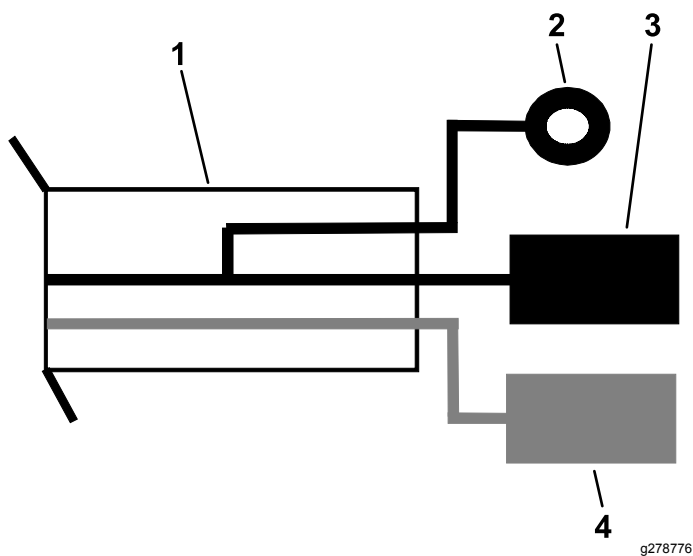

Figur 21
- Fäst det nya säkringsblocket med de två självgående skruvarna enligt Figur 21 för maskiner från 2019 och senare.